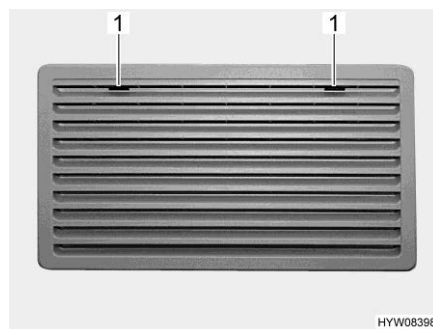
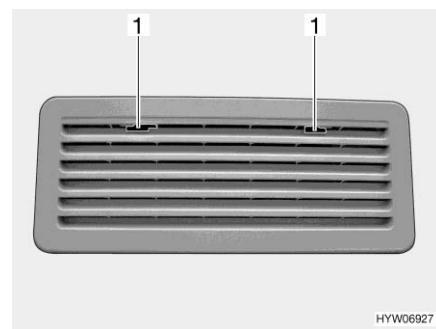

Bild 131 Kühlschrank-Lüftungsgitter (Thetford groß)
Bild 132 Kühlschrank-Lüftungsgitter (Thetford klein)
- Arretierung (Bild 131,1 oder Bild 132,1) zur Mitte schieben.